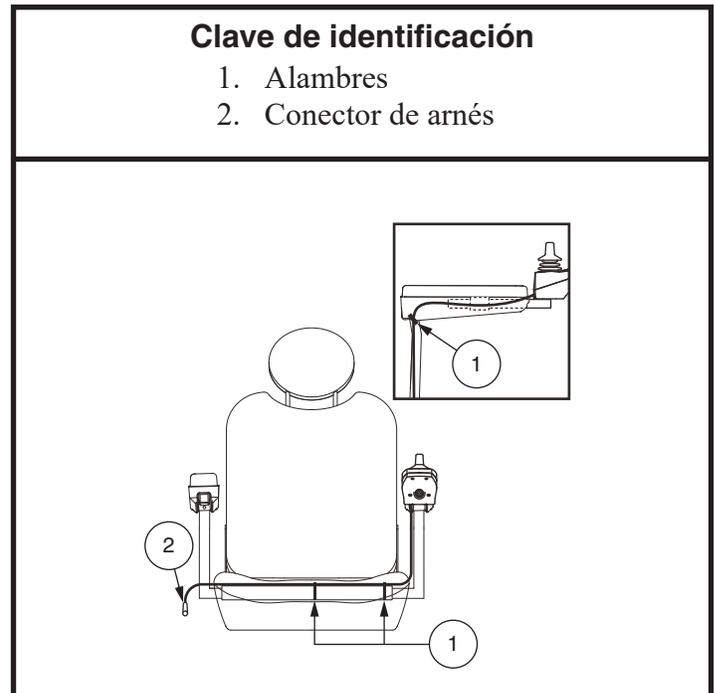

Figura 7. Mazo de cables del controlador en un asiento de contorno
3. Levante hacia arriba el reposabrazos, coloque el cable del regulador y sujételo con unos alambres como su muestra en la **figura 7**.